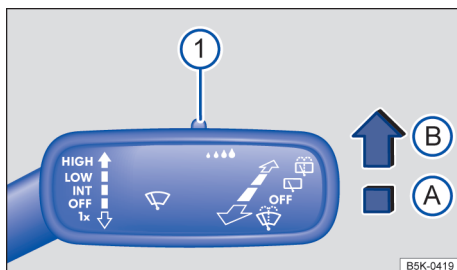

Fig. 106 À direita da coluna de direção: alavanca dos limpadores dos vidros.
Pressionar a alavanca para a posição desejada → Fig. 106:
A sensibilidade do sensor de chuva e de luz pode ser ajustada manualmente com o interruptor na alavanca dos limpadores dos vidros → Fig. 106 ① → ⚠.